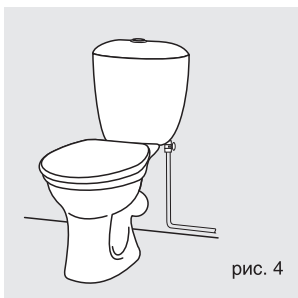

рис. 4
5. Присоединение унитаза к водопроводной сети (рис. 4)